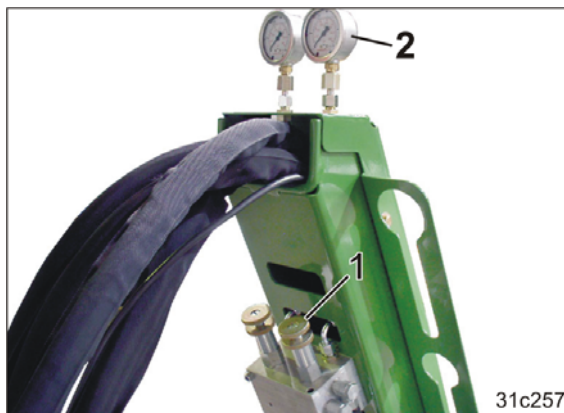

Рис. 88
- крана (Рис. 88/1) или
- по манометру (Рис. 88/2)
Показания манометра (Рис. 88/2) изменяются до тех пор, пока приводимый в движение гидросистемой трактора вентилятор не выйдет на режим работы с постоянной частотой вращения.